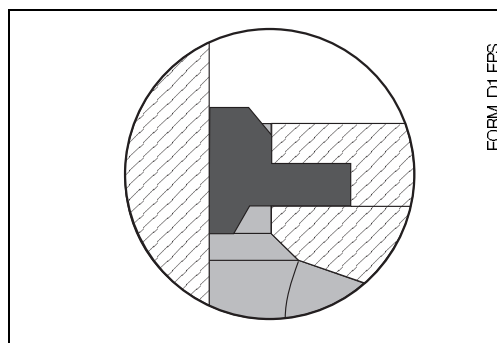
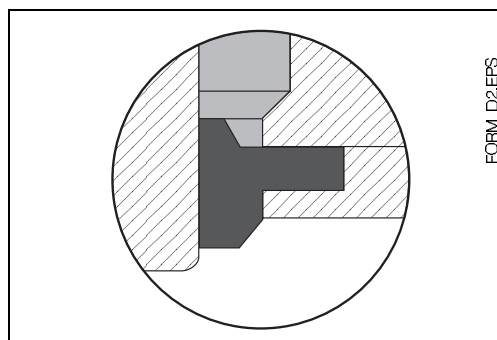

Fig. 3.6 : Implantation du joint F1 à l'extrémité supérieure de la chambre de nettoyage (entrée chambre petit diamètre)
Fig. 3.7 : Implantation du joint F2 à l'extrémité inférieure de la chambre de nettoyage (entrée chambre petit diamètre)
7. Faire glisser l'entretoise (7) depuis la cage de protection le long du piston mobile (3).
8. Insérer le piston mobile avec entretoise dans la chambre de compression (6).
9. Faire glisser la bague de position (4) jusqu'au-dessus du joint torique (O) en montant le piston mobile à travers la pièce intermédiaire (8).
10. Visser le couvercle (5) de la chambre de compression. Serrer les vis manuellement.
11. Utiliser l'un des joints profilés (F1) entre la pièce intermédiaire (8) comme illustré en fig. 3.6.
12. Monter la chambre de nettoyage (12) à l'aide des quatre vis.
13. Poser le 2ème joint profilé (F2) dans le raccord process (1) comme illustré en fig. 3.7.
14. Monter délicatement le raccord process (1) et serrer les vis.